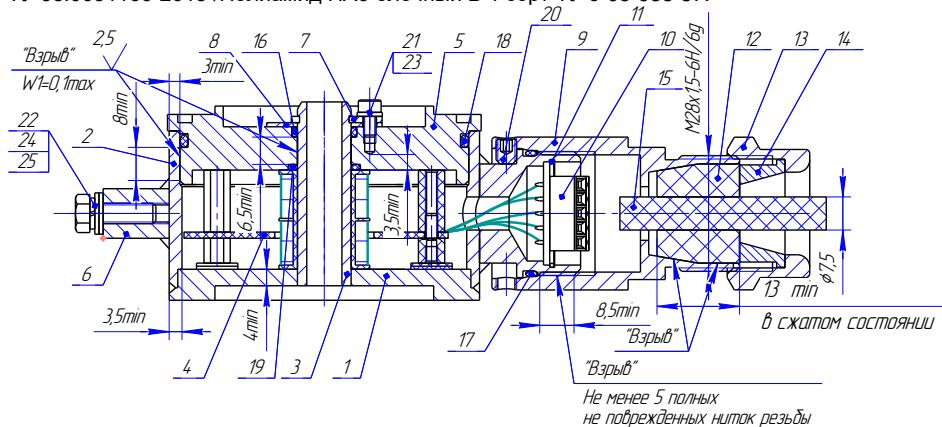

Рисунок 5. Датчик конечных положений затвора. Чертеж средств взрывозащиты.
- 1 - Модуль СФУ, 2 - Стакан (Сталь 09Г2С ГОСТ 19281-89/Сталь 20ГЛ ГОСТ 977-88), 3 - Кабельный ввод (варианты см. рисунок 5), 4 - Катушка (АГ-4В, провод ПЭТВ-2), 5 - Фланец (09Г2С ГОСТ 19281-89), 6 - Крышка (Сплав АМг6 ГОСТ 4784-97), 7 - Болт М6-6gx16.58.019 ГОСТ 7805-70, 8 - Болт М6-6gx25.58.019 ГОСТ 7805-70, 9 - Шайба 6 65G.019 ГОСТ 6402-70, 10, 11, 12, 13 - Кольцо уплотнительное (РС-264 ТУ 2539-021-46521402-2007/ИРП-1267 НТА У 38 0051166-2015), 14 - Табличка (Сплав АМг2 ГОСТ 4784-97), 15 - Колпачок (Стекло органическое СО-120-К 20,0 ГОСТ 10667-90)/Plexiglas GSEN 263 (Rohm GmbH&CaKG (Германия)), 16 - Линза (Стекло
7.2.5 Подключение к датчику положения затвора СЕНС-ДКП, СЕНС-ДКП-ХЛ вести в следующей последовательности (рис.5, 8):